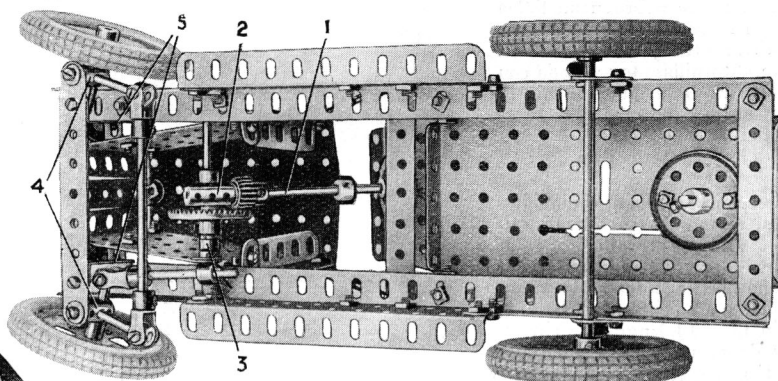

Fig. 8. Vista inferior del Camión-grúa para reparaciones, demostrando el montaje del mecanismo de dirección.
Puede verse con claridad la disposición del arreglo del engranaje de dirección y el eje delantero en la Fig. 8, que representa la parte inferior del camión. Los soportes para el árbol de dirección (1) los forman un Soporte Plano y un Acoplamiento (2). Una Varilla de 6cm. pasa por el agujero